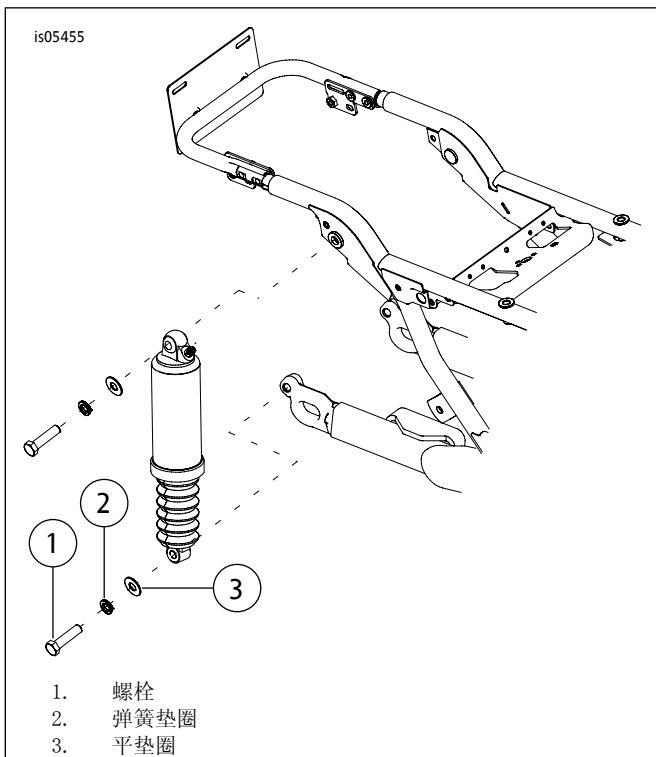

图3。拆卸后减震器
- 参见图3。从减震器上拆下下部安装螺栓（1）、弹簧垫圈（2）和平垫圈（3）。